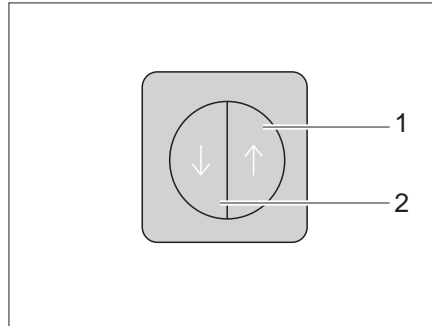

Bild 17 Schalter für Zentralverriegelung der Küchenbedienzeile
Die Küchenbedienzeile ist mit einer Zentralverriegelung ausgestattet. Die Klappen und Schubfächer des Küchenblocks lassen sich über den Schalter (Bild 17) manuell verriegeln und entriegeln.
- Verriegeln** ■ Schalter (Bild 17,2) drücken. Klappen und Schubfächer des Küchenblocks sind verriegelt.
- Entriegeln** ■ Schalter (Bild 17,1) drücken. Klappen und Schubfächer des Küchenblocks sind entriegelt.